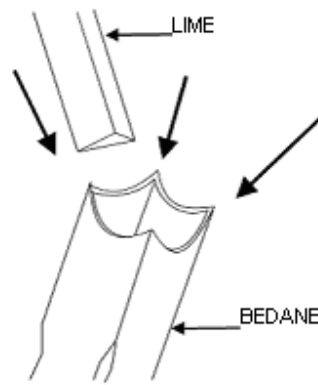

FIGURE 9
3. Utilisez une petite lime triangulaire douce pour détalonner les coins intérieurs du bédane. Cf. Figure 9 Retirez toute bavure de l'extérieur du bédane à l'aide d'une pierre à huile fine.